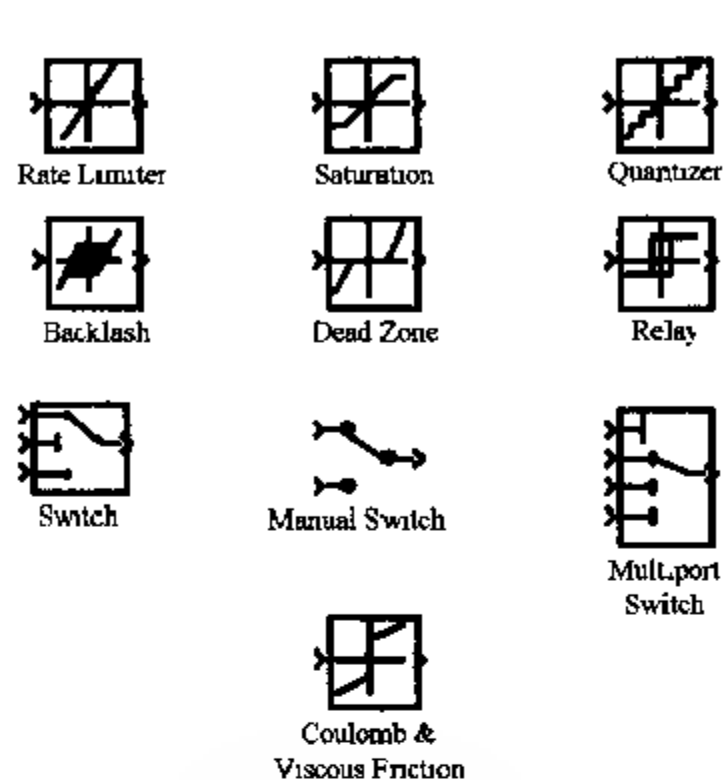

图 6.7 非线性库中的模块图
- 5) Nonlinear(非线性库),打开该库,显示的非线性模块如图 6.7 所示.